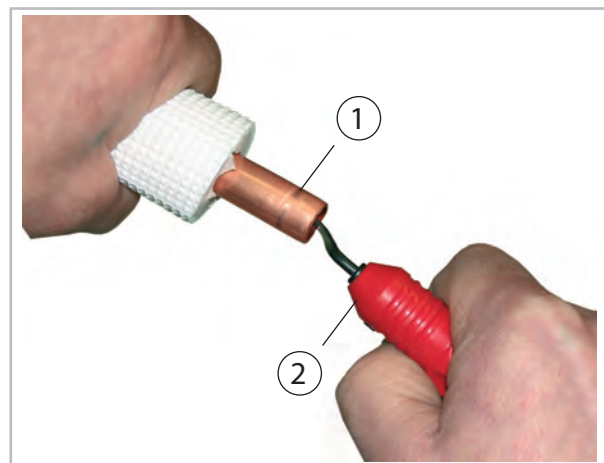
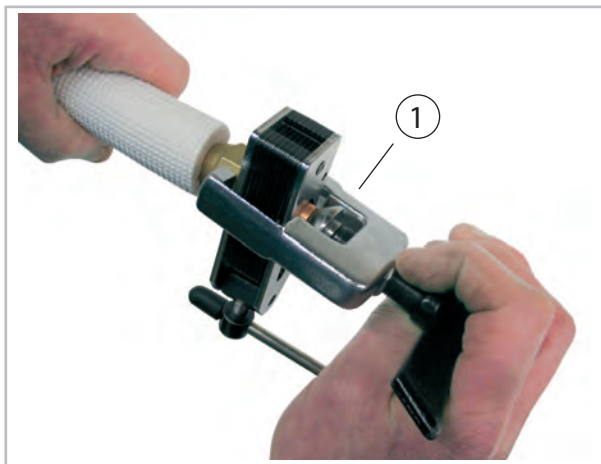

Abb. 33: Entgraten der Kältemittelleitung
Abb. 34: Bördeln der Kältemittelleitung
8. ▶ Bearbeiten Sie die verlegten Kältemittelleitungen wie im Folgenden dargestellt (Abb. 33 und Abb. 34).